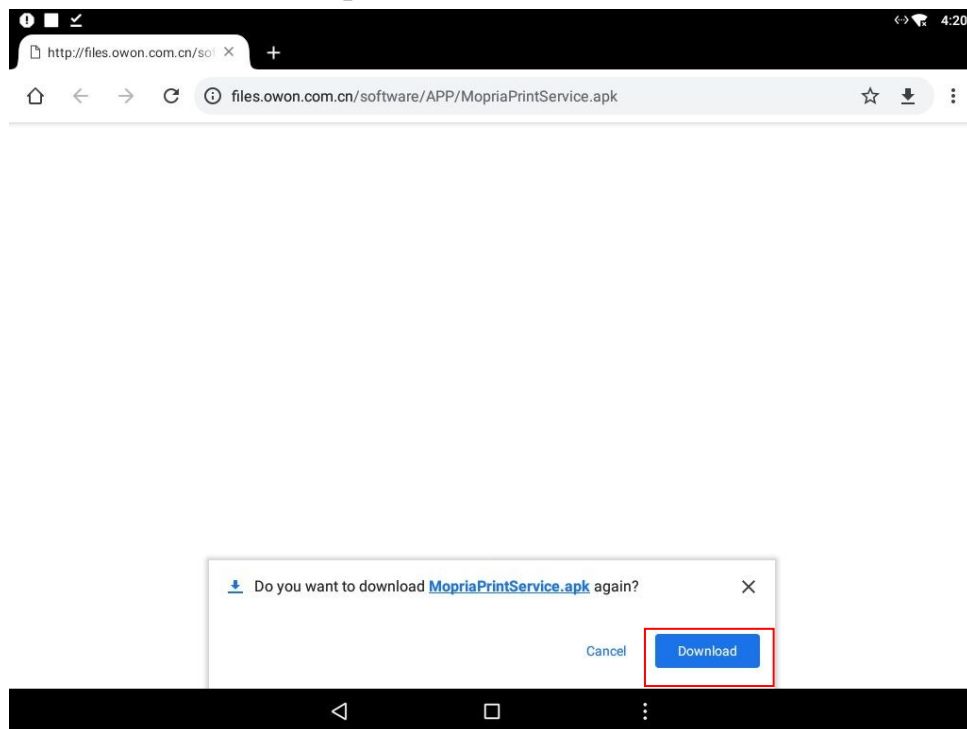
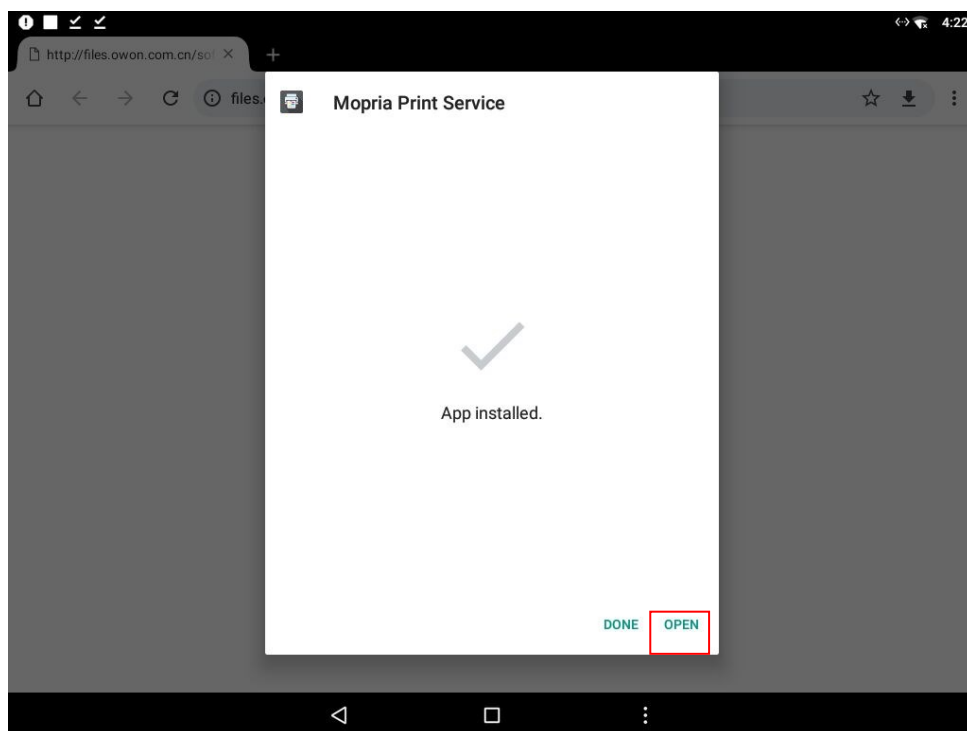

図1
図5
2、公式ウェブサイトで、図1から図5に示す手順で印刷アプリをインストールします。
① 図 1 に示すように、「ダウンロード」をクリックしてインストール パッケージをダウンロードします。